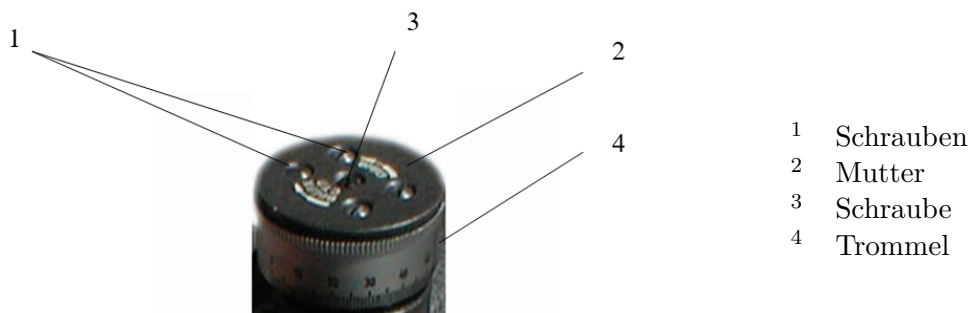

Abbildung 6: Einstellen des Handrads
- Die Waffe in einem bestimmten Abstand zum Ziel durch Verstellen des Absehens mit Hilfe der Handrädern (4) vornehmen (Abbildung 6)
- Lösen Sie die Schrauben (1) an den Muttern (2) der Einstellräder (4)
- Ziehen Sie die Schrauben (1) an und überprüfen Sie die Genauigkeit der Einstellung